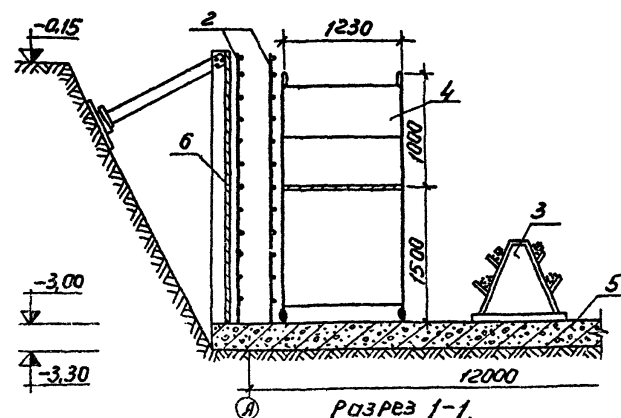

Рис. 1. Схема организации работ и рабочего места.
2. Установка каждого ряда арматуры и закладных деталей производится по захваткам и ярусам (Рис. 1) в следующем порядке: